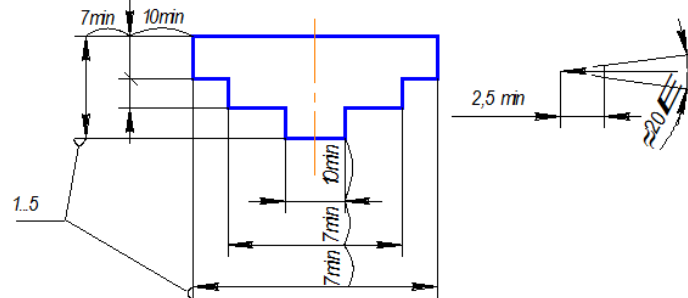

Рис.1.3
5. Минимальные расстояния между параллельными размерными линиями – 7 мм, а между размерной и линией контура – 10 мм (рис. 1.3). Необходимо избегать пересечения размерных линий между собой и выносными линиями. Выносные линии должны выходить за концы стрелок или засечек на 1...5 мм.